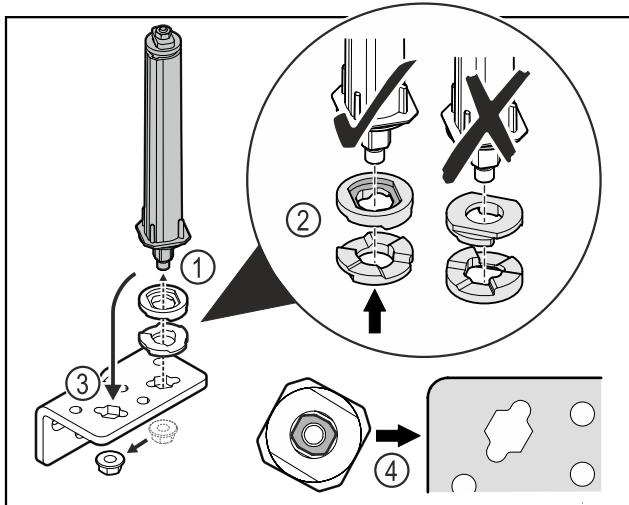

Fig. 39
- ▶ Отпустите гайку и демонтируйте систему закрытия двери Fig. 39 (1).
- ▶ Учитывайте правильность выравнивания шайб для регулировки высоты Fig. 39 (2).
- ▶ Переставьте систему закрытия двери в шарнирном уголке и зафиксируйте гайкой Fig. 39 (3).
- ▶ При установке учитывайте правильность выравнивания системы закрытия двери Fig. 39 (4).